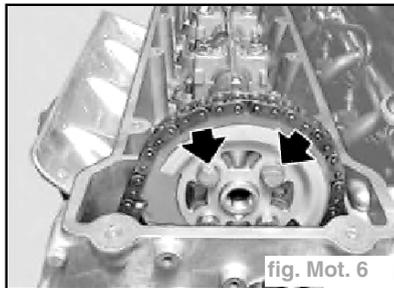

fig. Mot. 6
- Déposer les deux vis de fixation. (fig. Mot. 6)